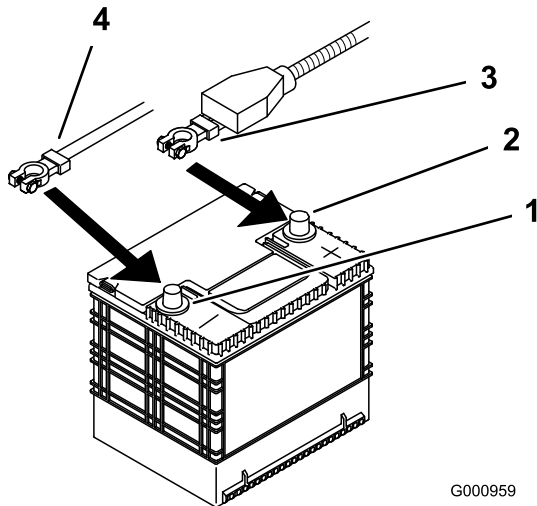

Figura 56
4. Primero desconecte el cable negativo del borne negativo (-) de la batería (Figura 56).
5. Retire la cubierta de goma roja del borne positivo (rojo) de la batería. Luego retire el cable positivo (rojo) de la batería (Figura 56).
4. Fije los cables con 2 pernos (1/4 x 3/4 pulg.), 2 arandelas (1/4 pulg.), y 2 contratuercas (1/4 pulg.) (Figura 56).